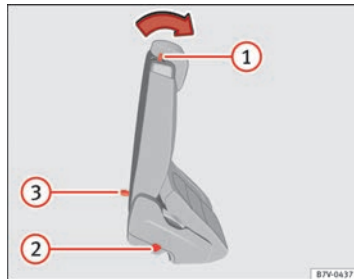

Abb. 81 Zweite Sitzreihe: Bedienelemente der Einstiegshilfe.
- Hebel ⇒ Abb. 81 ① nach vorn drücken und Rücksitzlehne nach vorn klappen. Der komplette Rücksitz klappt nach vorn ⇒ ⚠ und kann in Längsrichtung noch weiter nach vorn geschoben werden.